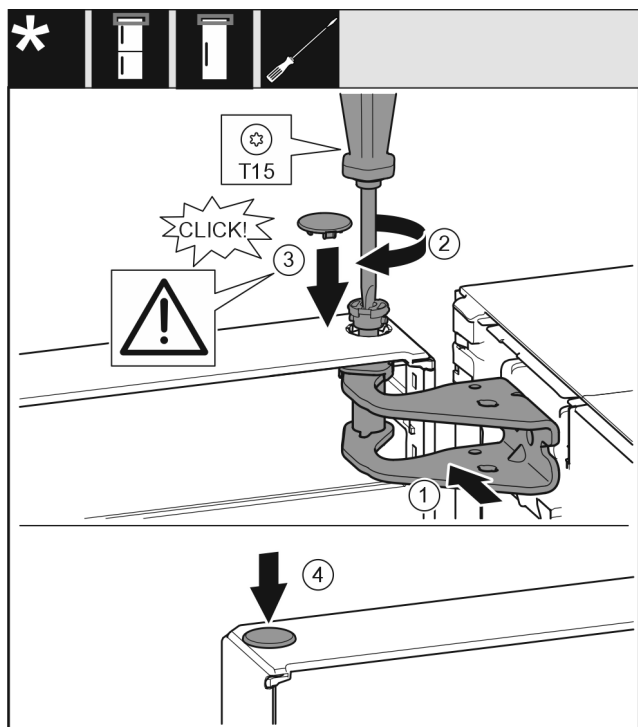

Fig. 32
- ▶ Вирівняйте дверцята зверху по отвору в опорному кронштейні. Fig. 32 (1)
- ▶ Вставте палець та закрутіть за допомогою викрутки T15. Fig. 32 (2)
- ▶ Встановіть захисну кришку для захисту дверцят: вставте захисну кришку і проконтролюйте, щоб вона прилягала до дверцят. Якщо це не так, повністю вставте палець. Fig. 32 (3)
- ▶ Вставте пробку. Fig. 32 (4)